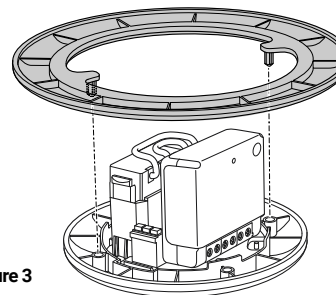

Figure 3
- 4 Assembler la collerette 120mm si nécessaire, voir **figure 3**.